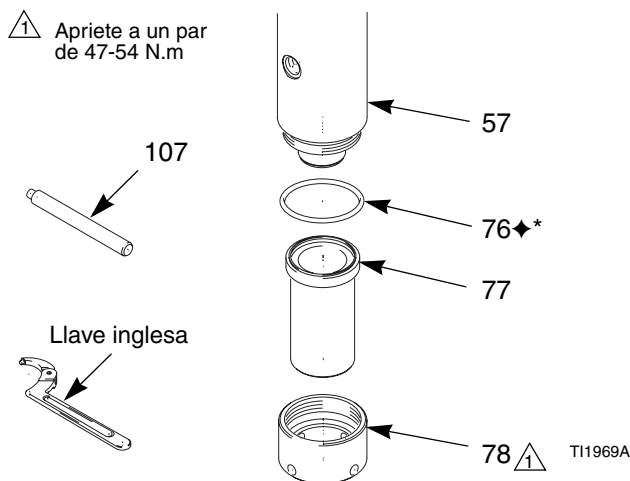
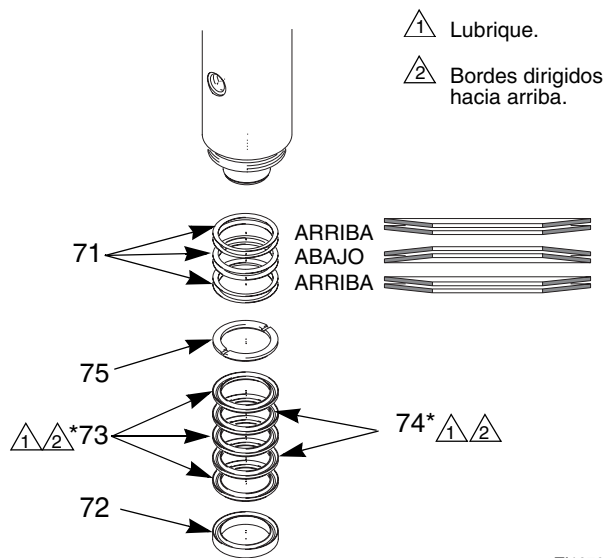
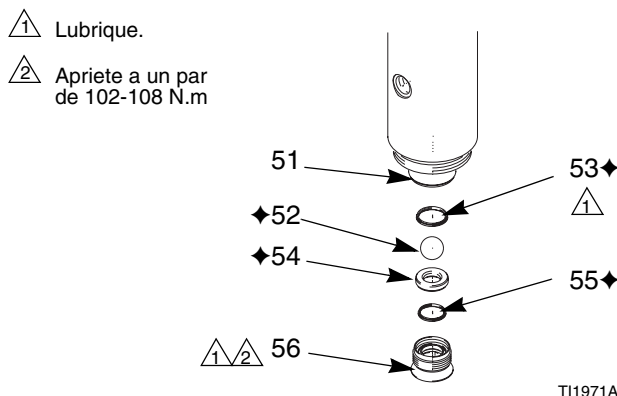

FIG. 13. Cilindro inferior
FIG. 14. Empaquetaduras del pistón
FIG. 15. Válvula del pistón
2. Utilice la herramienta suministrada (107) ó una llave inglesa para desenroscar la tuerca de unión (78) del cilindro superior (57) y deslícela fuera de la bomba. Desmonte el cilindro inferior (77) y el sello liso (76). Inspeccione la superficie interior del cilindro en busca de daños. Vea FIG. 13.
3. Retire las empaquetaduras del pistón. Vea FIG. 14.
4. Desenrosque el cuerpo del pistón (56) del eje (51). Desarme el pistón. Vea FIG. 15.
6. Instale la junta tórica (55♦) y el asiento (54♦) en el cuerpo del pistón (56). Instale la junta tórica grande (53♦). Lubrique la junta tórica (53♦) y las roscas del pistón. Coloque la bola (52♦) en el asiento. Enrosque el pistón en el eje (51). Apriete a un par de 102–108 N.m.
7. Instale el sello (76*♦) en el cilindro inferior (77). Instale el casquillo hembra (72), las empaquetaduras en V (73*,
74*), y el casquillo macho (75) en el cilindro. Alterne las empaquetaduras en V, con los rebordes dirigidos hacia arriba. Vea FIG. 14.
9. Monte los discos de compresión (71); los dos inferiores dirigidos hacia arriba, los dos intermedios dirigidos hacia abajo, y los dos superiores dirigidos hacia arriba. Coloque el muelle encima de la pila de empaquetaduras.
10. Coloque el cilindro inferior (77) sobre el extremo del eje del pistón (51), deslizando la pila de empaquetaduras sobre el eje y hasta el cilindro superior (57).
11. Deslice la tuerca de unión (78) sobre el cilindro inferior (77) y enrósquela sobre el cilindro superior (57). Apriétela con una llave inglesa. Apriete a un par de 47–54 N.m. Vea FIG. 13.